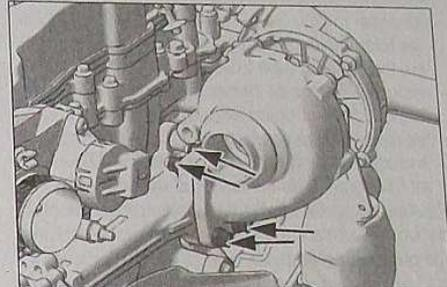

FIG. 35
- les 4 écrous de fixation du turbocompresseur (Fig.35).